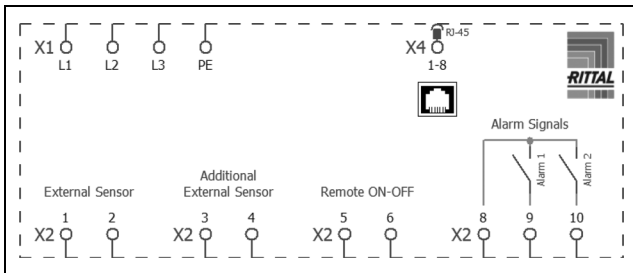

Imagen 29: Esquema de conexiones
■ Utilice el conector de red de la bolsa de accesorios y realice la alimentación a red según el esquema de conexión correspondiente (imagen 29).